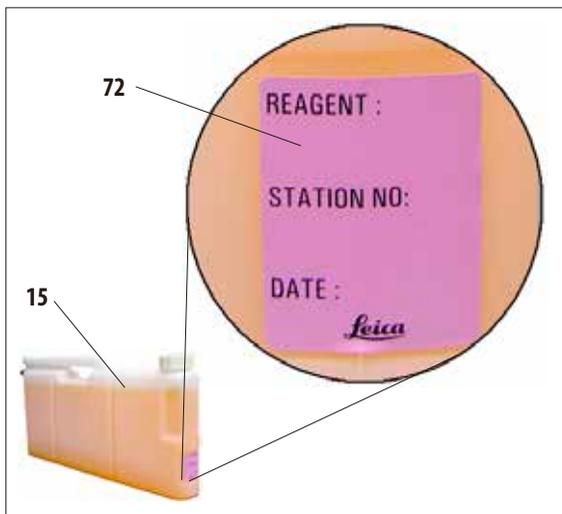

Fig. 55
Les autocollants (72) sont collés à l'avant des flacons de système (15), tel qu'indiqué à la fig. 55.
Informations à noter sur l'autocollant : numéro de station, date de la mise en service du réactif indiqué dans le tableau chromatique (fig. 55).